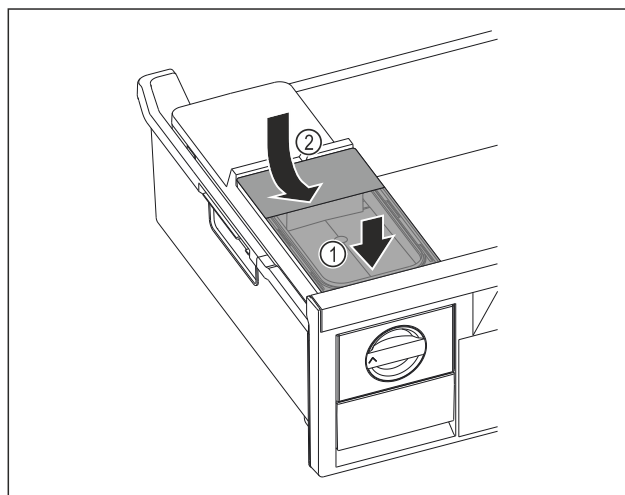

Fig. 165
- Wassertank vorne ansetzen. Fig. 165 (1)
- Wassertank hinten absenken. Fig. 165 (2)